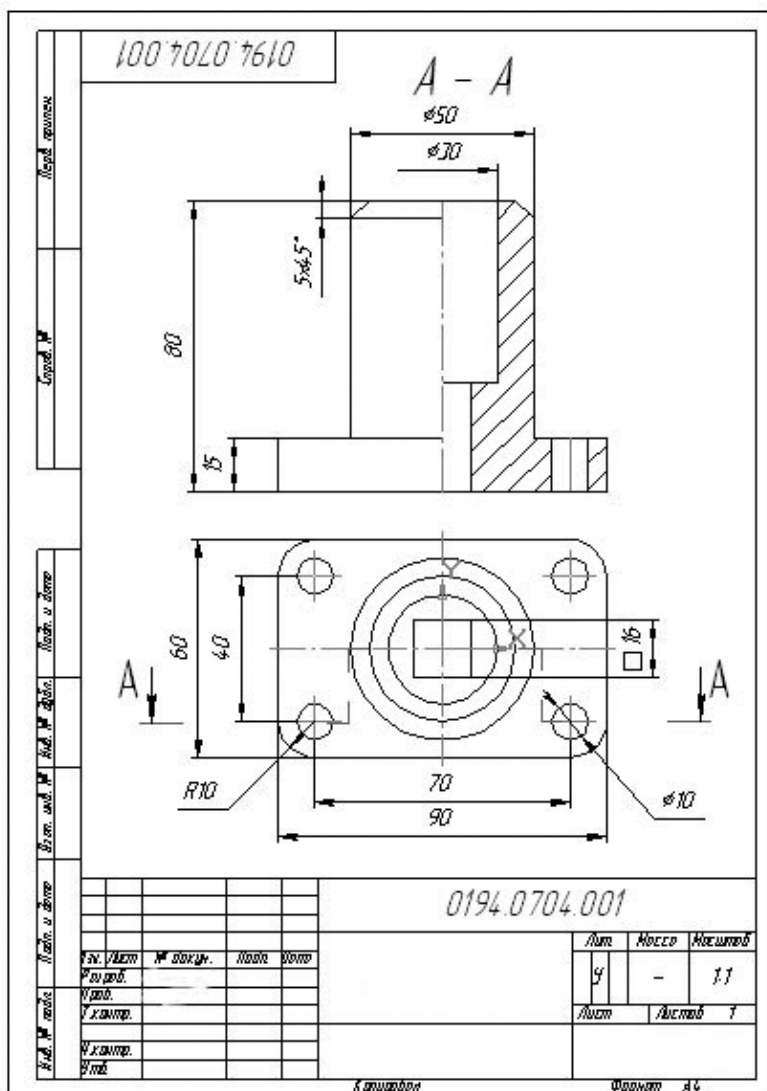
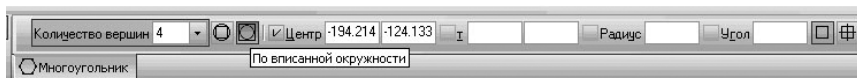

Рис. 9. Чертеж детали
Рис. 14. Настройка параметров многоугольника
Рассмотрим пример создания чертежа детали, представленного на рис. 9.
Квадратное основание призмы (проекцию) построим с помощью команды **Многоугольник**, которую можно вызвать из меню **Геометрия** Компактной панели или из Главного меню: **Инструменты >> Геометрия >> Многоугольник**. В Панели свойств необходимо задать количество сторон (4), вариант построения (по вписанной окружности) и радиус вписанной окружности (размер стороны квадратного отверстия (см. рис. 9) делить на два, то есть радиус равен 8 мм (рис. 14)).
У большого цилиндра, стоящего на четырехугольном призматическом основании (см. рис. 9), снята фаска. Длина фаски составляет 5 мм, фаска снята под углом  $45^\circ$ . Для построения фаски будем использовать специальную команду **Фаска на углах объекта** (  ), кото-
Проставим размеры в соответствии с заданием (см. рис. 9).